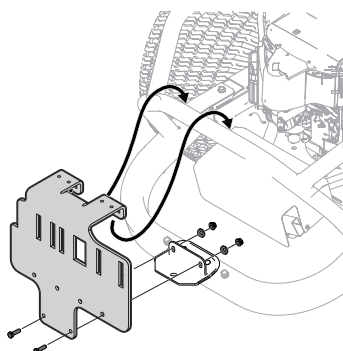

Figura 5
4. Cuelgue el conjunto del soporte del adaptador en el tubo del bastidor superior y conecte al adaptador del soporte de enganche (789-02298) con dos tornillos (710-0376), dos arandelas de cubeta (736-0242) y dos tuercas de seguridad de brida (710-04063). Consulte la Figura 5.